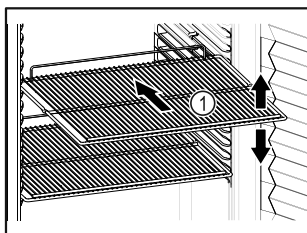

Fig. 20 Exempel
- Om gallren Fig. 20 (1) kan flyttas om ska de anpassas på höjden.